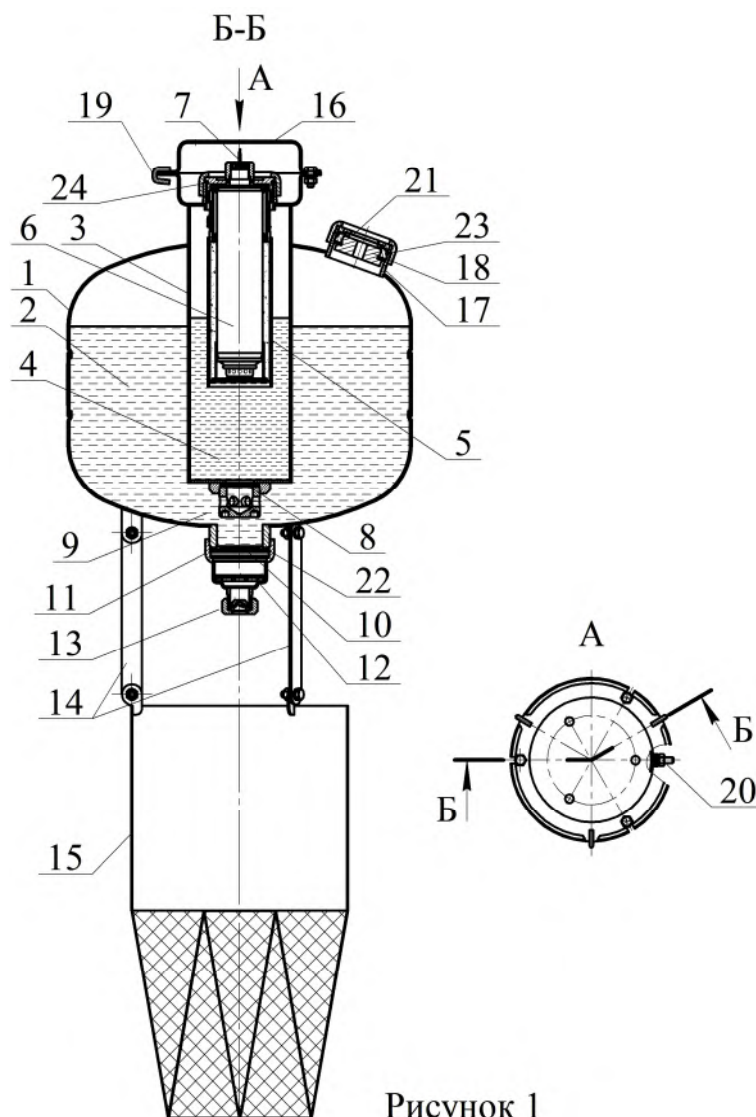

Рисунок 1
4.1.1 МППВК (см. рисунок 1) состоит из корпуса 1, заправленного водой 2, в котором размещен герметичный контейнер 3 с пенообразователем 4. В контейнер 3 соосно установлено газогенерирующее устройство 5, в герметичном корпусе которого смонтирован ИХГ 6 с элементом электропусковым 7. Контейнер 3 в нижней части перекрыт срезной силиконовой мембраной 8, поджатой рассекателем 9. Нижняя горловина корпуса 1 перекрыта срезной мембраной 10, поджатой гайкой 11. С гайкой 11 через фильтрующий элемент 12 соединена форсунка 13. К корпусу 1 при помощи направляющих 14 закреплен корпус генератора пены высокой кратности 15. В верхней части корпуса 1 расположены кронштейн 16 для крепления к потолочному перекрытию, горловина 17 для заливки воды и предохранительный клапан 18. Для фиксации МППВК при монтаже на кронштейне 16 закреплены три скобы 19. МППВК имеет заземляющий зажим 20.
4.2.1 После подачи электрического импульса на выводы элемента электропускового 7 (см. рисунок 1) ИХГ 6 генерирует газ, который создает давление внутри контейнера 3. При достижении в корпусе контейнера 3 давления, соответствующего уровню вскрытия мембраны 8, пенообразователь 4 через рассеиватель 9 перетекает в объем корпуса 1, где происходит его смешивание с водой 2. Далее начинается набор давления в корпусе 1 для вскрытия мембраны 10 и выпуска водного раствора пенообразователя через форсунку 13 в объем корпуса генератора пены 15. Через сетки генератора 15 водный раствор пенообразователя поступает в зону горения, где формируется в виде пены высокой кратности.
6.3 Закрепить кронштейн **16** (см. рисунок 1) на потолочном перекрытии. Координаты отверстий в кронштейне приведены на рисунке 2.
6.4 Залить пенообразователь **4** (см. рисунок 1) в контейнер **3**. Установить газогенерирующее устройство **5** с резиновым кольцом 058-062-25 ГОСТ 9833-73 **24**. Сверху затянуть гайку до упора.
6.5 Закрепить на гайке **11** (см. рисунок 1) через направляющие **14** корпус генератора пены **15**.
6.7 Залить воду (питьевую либо дистиллированную) в отверстие верхней горловины **17** (см. рисунок 1). Объем заливаемой воды должен быть $(16^{+0,2})$ дм³. Установить в отверстие горловины предохранительный клапан **18** с резиновым кольцом 050-055-30 ГОСТ 9833-73 **23**. Сверху закрутить гайку до упора.
7.3 Комплект поставки для перезарядки МППВК (см. рисунок 1):